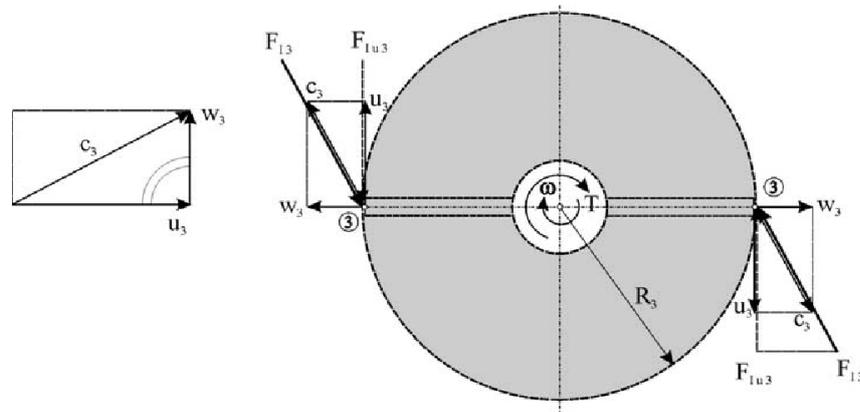

Abb. 11 Kontrollraum mit Antriebsmoment T , Impulskräften und Geschwindigkeits-Dreieck
- Es liegt das Geschwindigkeitsdreieck an der Stelle 3 vor (vgl. Abb. 11).